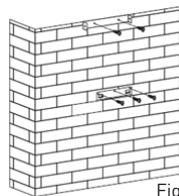

Figura 2
- Despues de determinar la altura de instalación, haga 5 orificios de 8 mm de diámetro en un lugar adecuado para colocar el gancho y el soporte de la chimenea interior y procure que estén alineados. La posición del soporte de la chimenea interior corresponde a la ubicación de la chimenea. Véase la figura 2.
- Atornille y ajuste el gancho en la pared con los 3 tornillos (4 mm x 40 mm) y los tacos incluidos. Utilice a continuación 2 tornillos ST4 de 40 mm para fijar el soporte de chimenea interior. Véase la figura 2.